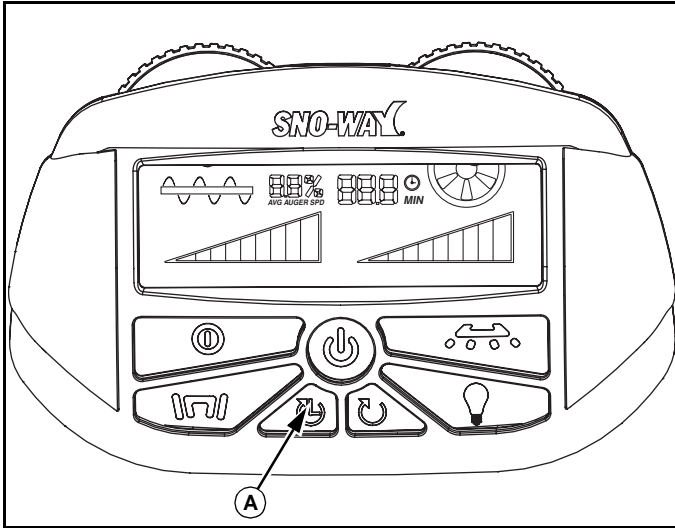

Abb. 1-17
Die Timer-Rücksetztaste (A) löscht die durchschnittliche Schneckengeschwindigkeit und Schneckenlaufzeit. Der Timer kann jederzeit zurückgesetzt werden, im Run-Modus oder im Pausen-Modus. (Siehe Abb. 1-17.)